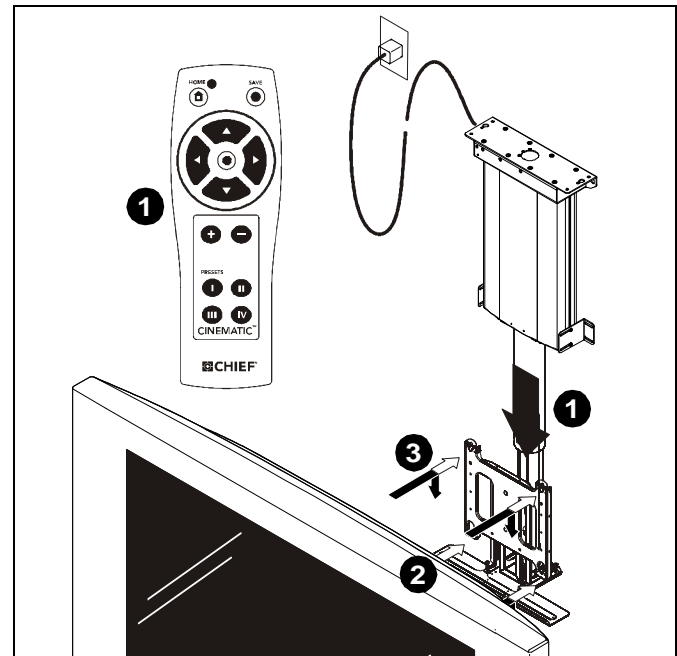
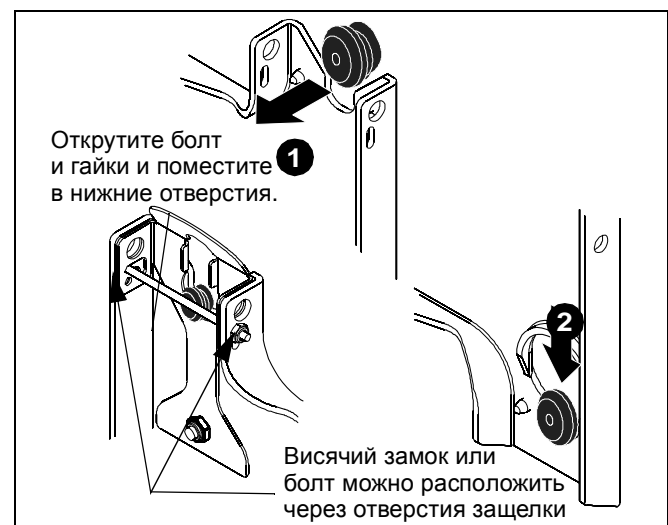

рис. 18
рис. 19
2. Поддерживая монитор с двух сторон, выровняйте положение четырех монтажных крепежей на мониторе или соединительный кронштейн с четырьмя монтажными отверстиями на лицевой панели. (см. рис. 18) и (см. рис. 19)
убедиться, что поверхность с выемкой монтажных крепежей правильно установлена в нижней части монтажных отверстий и сработал механизм защелкивания. (см. рис. 18) и (см. рис. 19)
ПРИМЕЧАНИЕ. Отверстия на лицевой панели предназначены для использования висячего замка или при необходимости подобного фиксирующего устройства. Кроме того, можно открутить болт и гайку из верхних отверстий и поместить в нижние отверстия, чтобы они выступали в качестве фиксирующего устройства в течение более длительного времени. (см. рис. 19)